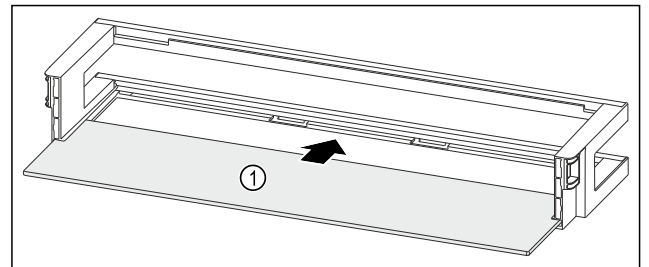

Fig. 134 Ajtópolc tárolólappal
- ▶ Tolja be a tárolólapot Fig. 134 (1) az oldalsó mélyedésbe.